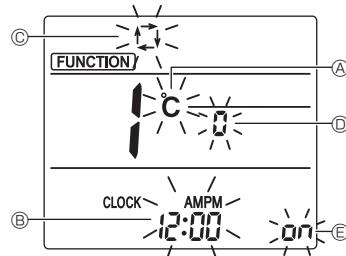

Fig. 4-11
L'écran Réglage de l'affichage s'affiche. (Fig. 4-11)
4.12.2. Changement de l'unité de température (Fig. 4-11 Ⓐ)
- Appuyez sur la touche **TEMP** ⑤.
4.12.3. Changement de l'affichage de l'heure (Fig. 4-11 Ⓑ)
- Appuyez sur la touche **TIME** ⑥.
4.12.4. Changement du mode AUTO (Fig. 4-11 Ⓒ)
- Appuyez sur la touche **—** ⑦.
4.12.5. Changement du n° de paire (Fig. 4-11 Ⓓ)
- Appuyez sur la touche **↑/↓** ④.